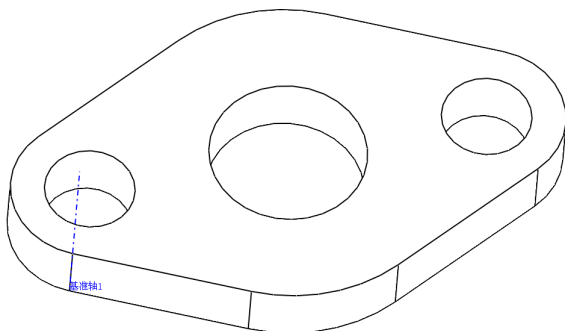

图 4-32 创建点和面基准轴
(4) 单击【确定】按钮，即可创建点和面基准轴，效果如图 4-32 所示。